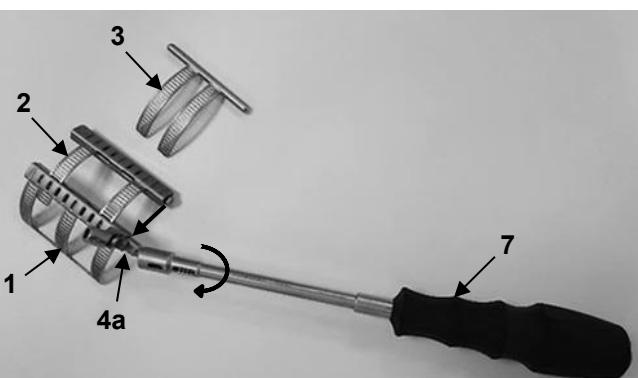

Fig. 17
1. Inserte el elemento primario (2) en el elemento base (1) e introduzcalo con el destornillador adecuado (7). Para ello, gire el mecanismo de transporte del módulo de caja del elemento base (4a) en sentido contrario a las agujas del reloj con el destornillador (7) (Fig. 17).